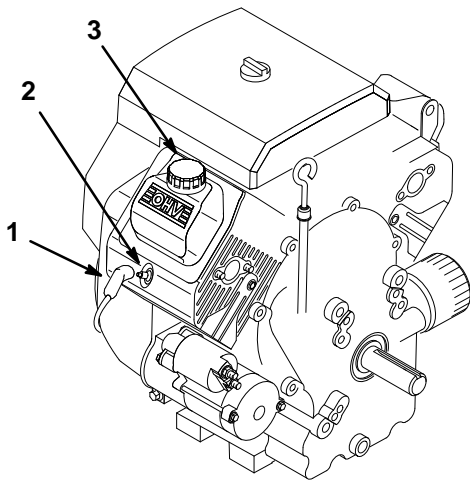

Figure 30
6. Verser lentement environ 80% du volume d'huile spécifié dans le goulot de remplissage (Fig. 30), puis contrôler le niveau d'huile, voir Contrôle du niveau d'huile, page 16. Rajouter de l'huile lentement pour amener le niveau jusqu'au repère du plein ("FULL") sur la jauge.
3. Débrancher le(s) fil(s) de la/des bougies (Fig. 30). Nettoyer tout autour des bougies pour ne pas introduire dans le moteur de la saleté qui risque de l'endommager.
3. Reconnecter les fils des bougies (Fig. 30).